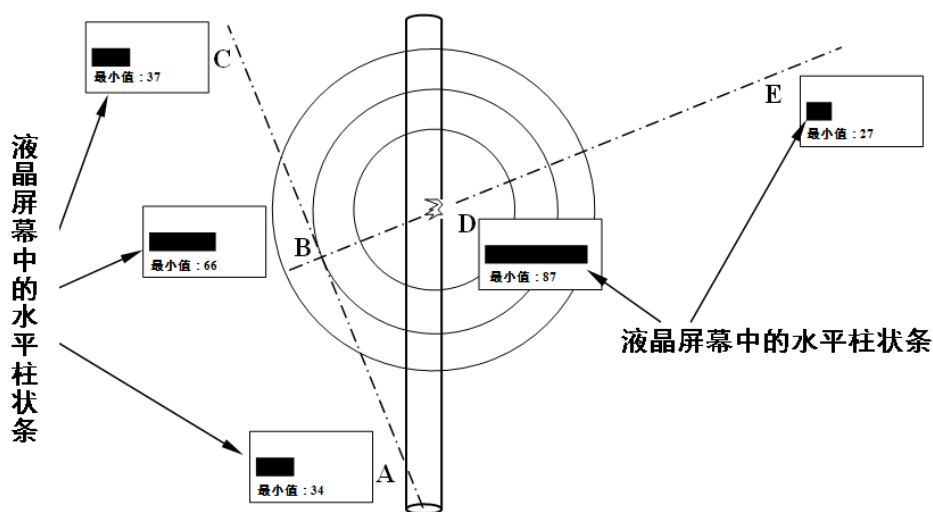

图 4.2 两步法实现泄漏探测定位
在实际泄漏检测中，如果管线走向不明确或者管线走向与资料发生偏差时，可以采用以下两步法实现泄漏定位，该方法如图 4.2 所示。
(1)从能够确定的管线上方开始检测泄漏点。例如在图 4.2 中从 A 点开始检测。从 A 点开始沿着直线 A-B-C 逐步检测到 C 点，泄漏听音和最小值将经历从小到大，从大到小的过程。该过程中最小值最大的检测点被确定为下一步检测的起始点，如图 4.2 中的 B 点。
(2)从 B 点开始，垂直于 AC 的方向，沿着 B-D-E 开始第二步检测。在第二步检测中，泄漏听音最大或者最小值最大的检测点被确定为泄漏点。如图 4.2 中的 D 点。